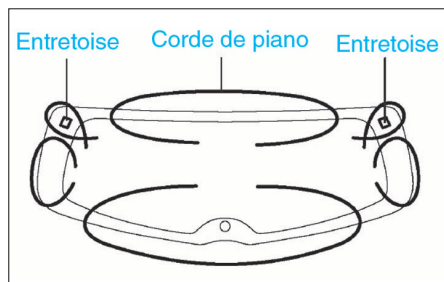

FIG. 10
- Déposer la lunette en la découpant à l'aide d'une corde à piano (Fig.10).